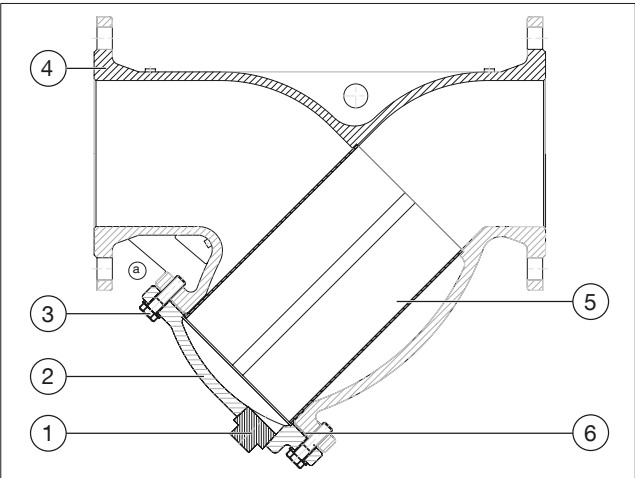

Fig. 1: Configuration du filtre à tamis
- ▶ Pour nettoyer le tamis, dévisser le couvercle de protection (voir position 2 Fig. 1, page 6).